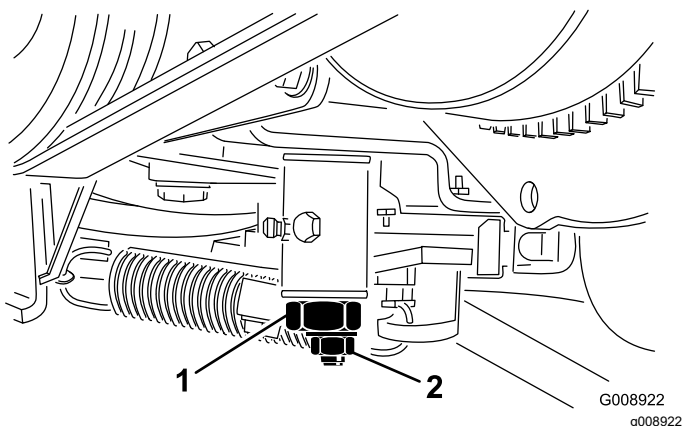

Figura 60
3. Afloje la contratuerca de la leva de ajuste de tracción (Figura 60).